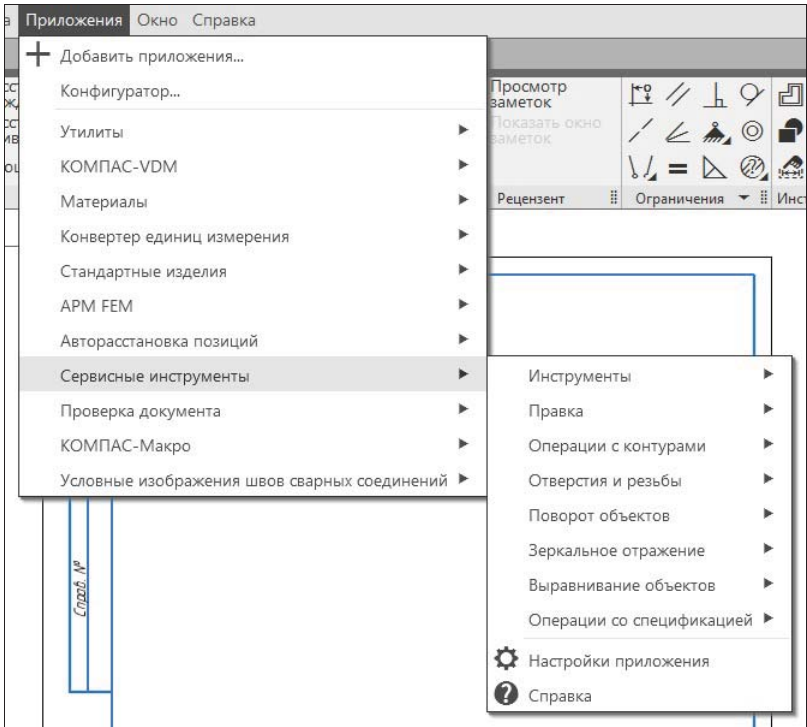

Рис. 30.4. Раскрытое меню пункта **Приложения** ► **Сервисные инструменты**
- ♦ из **Строки Главного меню** ► **Приложения** ► панель со списком всех приложений, подключенных в данный момент к системе КОМПАС. Например, подведите курсор к приложению **Сервисные инструменты**. Приложение раскроется в виде стандартного иерархического меню (рис. 30.4), которое содержит команды для выполнения различных операций в графических документах, эскизах и спецификациях. Сходные по назначению команды объединены в разделы. Описание команд приведено в табл. 30.1.